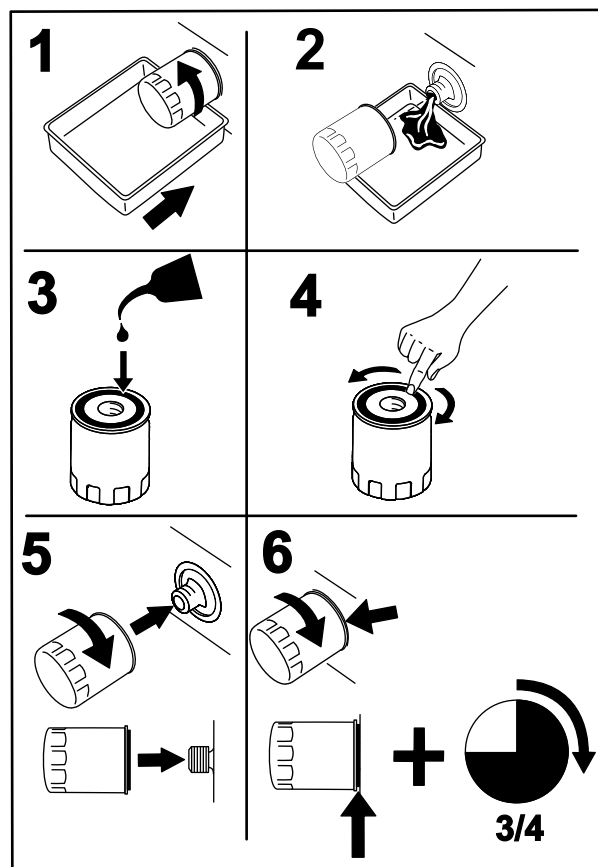

Figura 72
9. Coloque um recipiente de escoamento debaixo do filtro coletor (Figura 72).